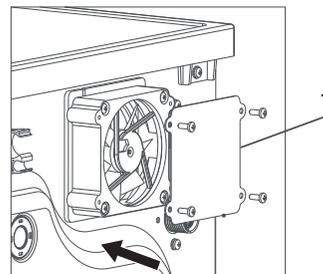

Fig.8
1. Assurez-vous que le capuchon d'événement métallique (1) est installé sur le ventilateur d'évacuation comme indiqué sur la FIG 8.